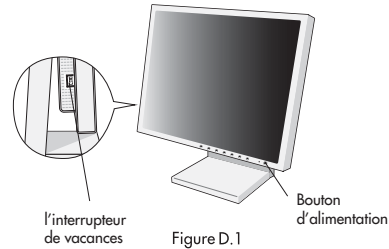

Figure D.1
5. L'Interrupteur de Vacances sur le côté gauche de l'écran doit être allumé. Allume l'écran (**Figure D.1**) de Silhouette de bouton et l'ordinateur.